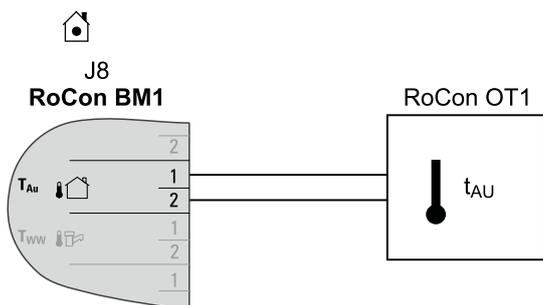

Fig. 4-31 Conexión del sensor de temperatura exterior RoCon OT1 a ROTEX HPSU compact (funcionamiento como solución individual o como maestro en un bus de datos)
- Conectar el cable del sensor a la conexión de conector J8 de la pletina de conexión RoCon BM1 (véase fig. 4-31).